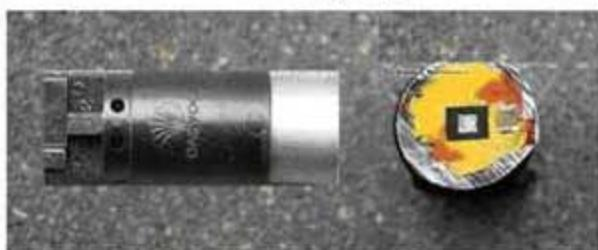
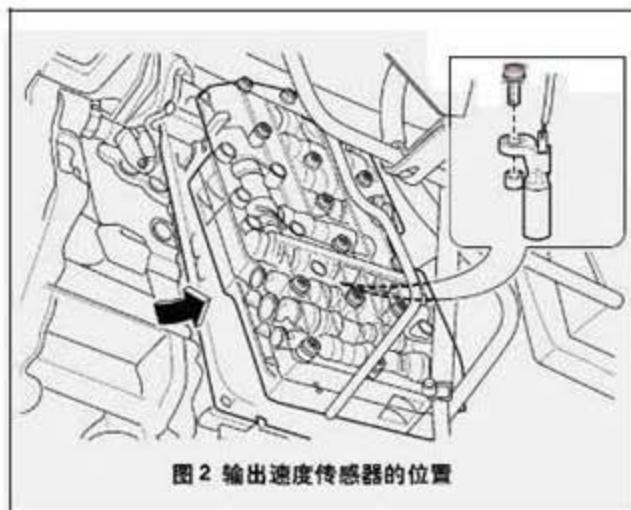

图1 被磨坏的输出速度传感器
图2 输出速度传感器的位置
1). 连接诊断仪检查，发现没有故障记忆。然后进行试车，同时用诊断仪测量与变速器相关数据，发现自动变速器输出速度传感器转速和车速信号始终为0。根据此车当时的检修经过和测量数据，笔者判断是输出速度传感器装配不当，自动变速器已经进入应急状态。就车拆下自动变速器控制阀体，拆下输出速度传感器固定螺栓，用手无法拉出输出速度传感器，说明传感器端部已损坏且卡滞。撬出传感器后发现传感器调隙垫圈漏装，且传感器端部已被变速器内部的输出齿轮磨坏，如图1所示。凯越车4HP-16自动变速器输出速度传感器在阀体的下面，在传感器与壳体之间有一调隙垫片，厚度约为2.5mm，位置如图2所示。因该车的调隙垫圈已丢失，于是自制一厚度为2.5mm且大小合适的垫圈，装复后试车，故障排除。